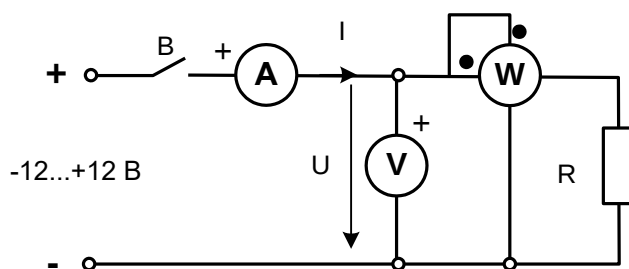
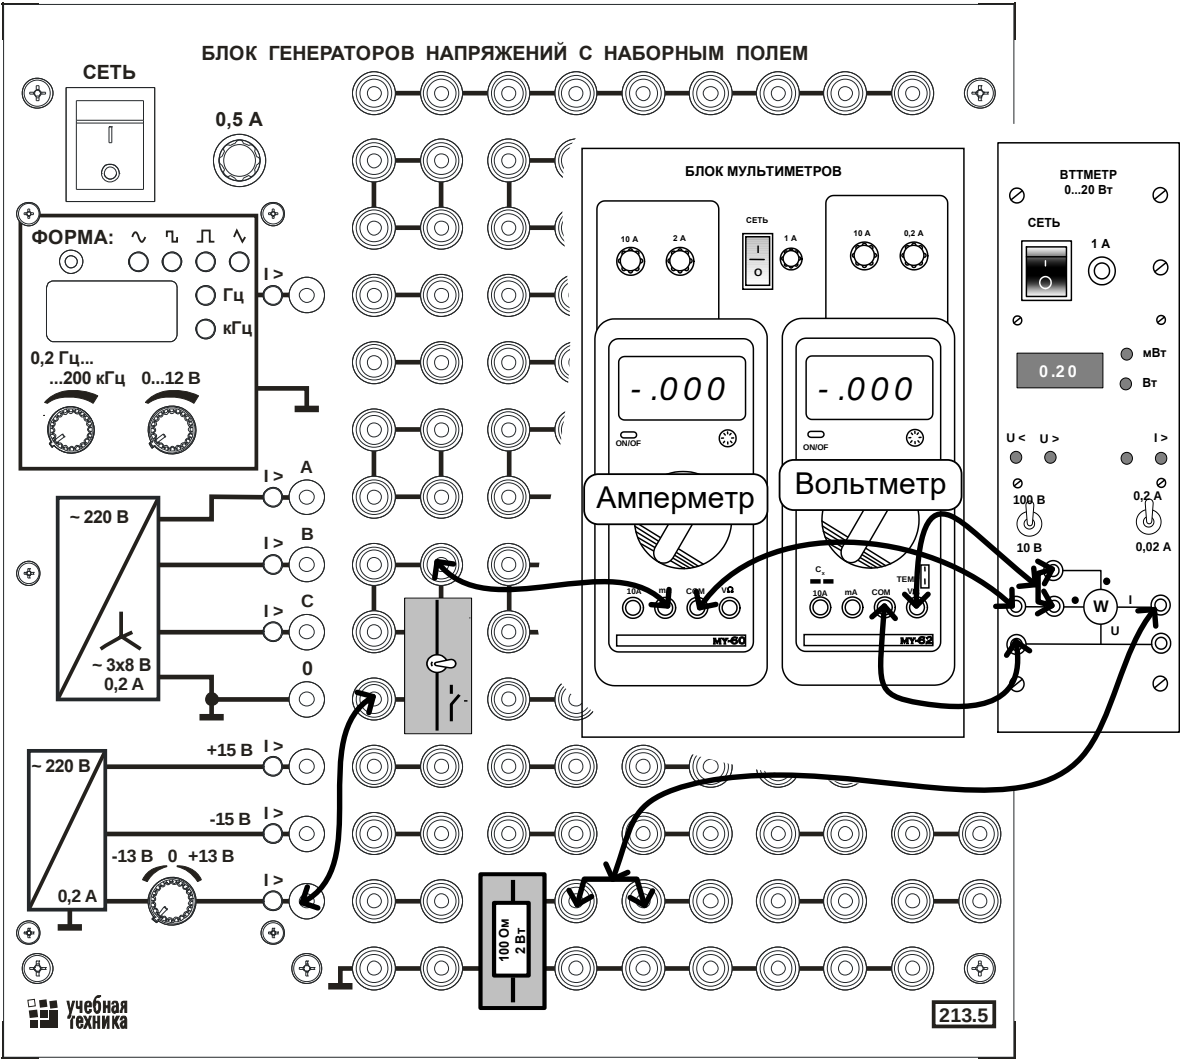

Рис. 2.1. Схема электрической цепи.
Рис.2.2. Монтажная схема.
Изображение электрической цепи с помощью условных обозначений называют *схемой* электрической цепи (рис. 2.1).
- Соберите цепь в соответствии с принципиальной схемой (рис.2.1) и монтажной схемой (рис. 2.2), установив в наборную панель сопротивление $R_{\text{ном}}=100\dots1000 \text{ Ом}$. Запишите значение сопротивления в табл.2.1.